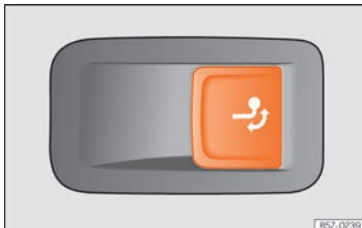

Fig. 297 Du côté droit du coffre à bagages : touche de déverrouillage de la boule d'attelage.
- Tirez la touche » » fig. 297 brièvement. La boule d'attelage se déverrouille électriquement et tourne automatiquement vers l'extérieur. Le témoin de la touche clignote » » fig. 297.
- Tirez la touche » » fig. 297 brièvement. La boule d'attelage se déverrouille électriquement.
tendre qu'elle s'encastre et que le témoin de la touche » » fig. 297 s'allume fixement.
- Si le témoin de la touche » » fig. 297 clignote, la boule d'attelage ne s'est pas encore encastrée correctement ou qu'elle est défectueuse » » ⚠.
- N'appuyez jamais sur la touche » » fig. 297 lorsqu'une remorque est attelée ou si un porte-bagages ou d'autres accessoires ont été installés sur la boule d'attelage.